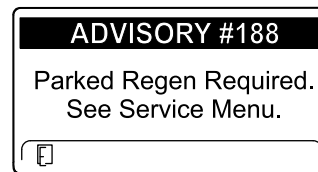

Bild 49
- Eine geparkte Regenerierung ist erforderlich, ADVISORY #188 (Bild 49)